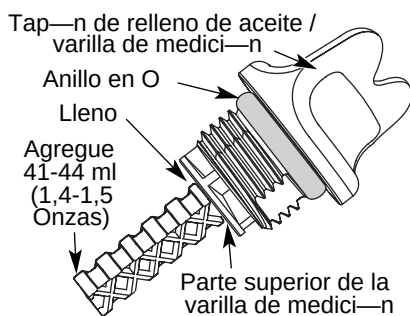

Fig. 23
5. Retire el tap—n de relleno de aceite / varilla de medici—n e inspeccione el nivel del aceite. El aceite debe llegar hasta la parte superior de la varilla de medici—n (Fig. 23).